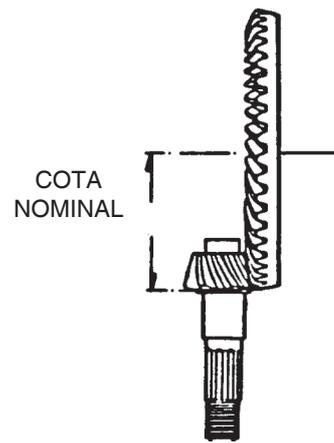

Figura 102
Cota nominal é a distância entre a face de encosto do rolamento traseiro do pinhão e o centro da coroa. (Figura 102).
- C. Verifique se o contato obtido pelo processo manual atende ao padrão (Figura 102). Em caso negativo, utilize os métodos de correção indicados no item “Contatos Incorretos”;